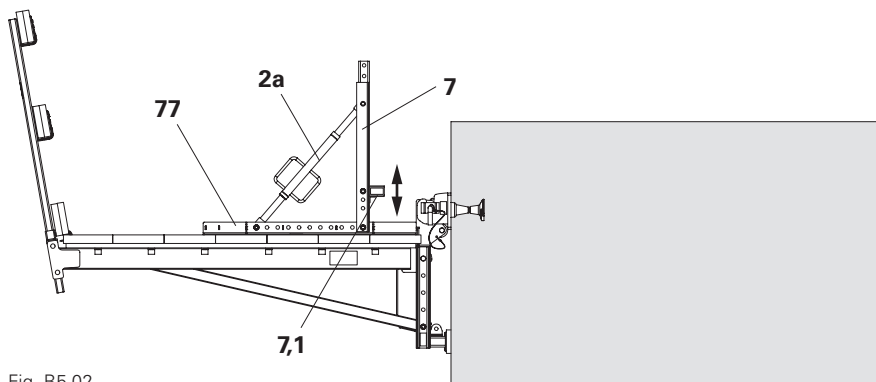

Fig. B5.02
1. Fissare il montante cassaforma VGK 70 (7) con perni alla trave per cassaforma VGK 60 (77)
2. Fissare il braccio regolabile AV 82 (2a) con perni nell'ultimo foro posteriore della trave per cassaforma VGK 60 (77) e nel foro superiore del montante cassaforma VGK 70 (7).
3. Bloccare l'appoggio della trave (7,1) in posizione corrispondente. (Fig. B5.02)